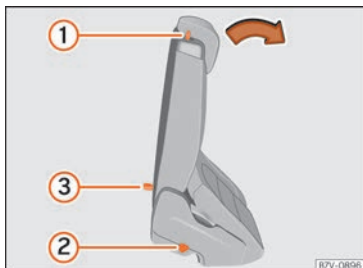

Fig. 137 Seconde rangée de sièges : commandes de l'aide à l'accès.
- Retirez les éventuels objets se trouvant dans la zone du repose-pieds de la seconde rangée de sièges » ❶.
- Poussez le levier » fig. 137 ❶ vers l'avant et rabattez le dossier du siège arrière. Ce siège se rabat complètement vers l'avant » ⚠ et il est également possible de le déplacer plus vers l'avant.
- Le siège arrière doit être correctement encasté pour que les ceintures de sécurité des places arrière puissent assurer leur fonction protectrice. Le marquage rouge » fig. 137 ❷ ne doit pas être visible » ⚠ au chapitre Rabattre les sièges arrière comme surface de chargement à la page 159.
Si le levier » fig. 137 ❶ ne fonctionne pas, par exemple, après un accident, il est possible de rabattre vers l'avant les sièges de la deuxième rangée depuis la troisième, afin de faciliter la sortie depuis cette dernière » ⚠.
- Tirez la poignée » fig. 137 ❸ vers l'arrière et rabattez le dossier du siège arrière. La banquette complète se rabat vers l'avant » ⚠.
- Un marquage rouge sur le côté du siège » fig. 137 ② prévient que le dossier n'est pas encastré. Lorsque le dossier s'encastre correctement, le marquage est invisible.